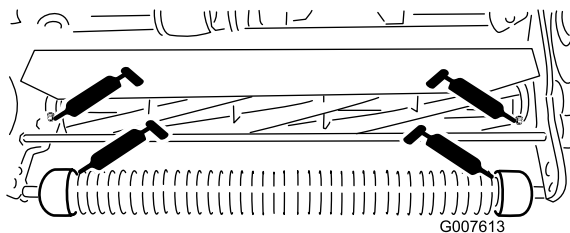

Рисунок 18
- 2 на переднем валике (Рисунок 18)
- 2 на подшипниках барабана (Рисунок 18)